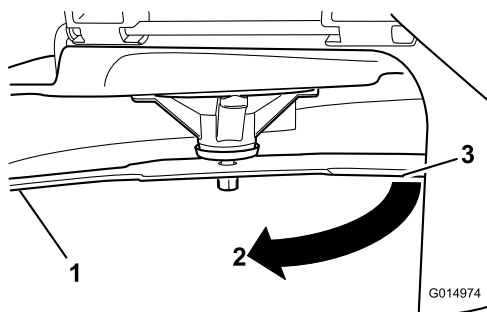

Рисунок 65
4. Поверните тот же нож на 180 градусов, чтобы теперь его противоположная режущая кромка была в том же положении (Рисунок 65).